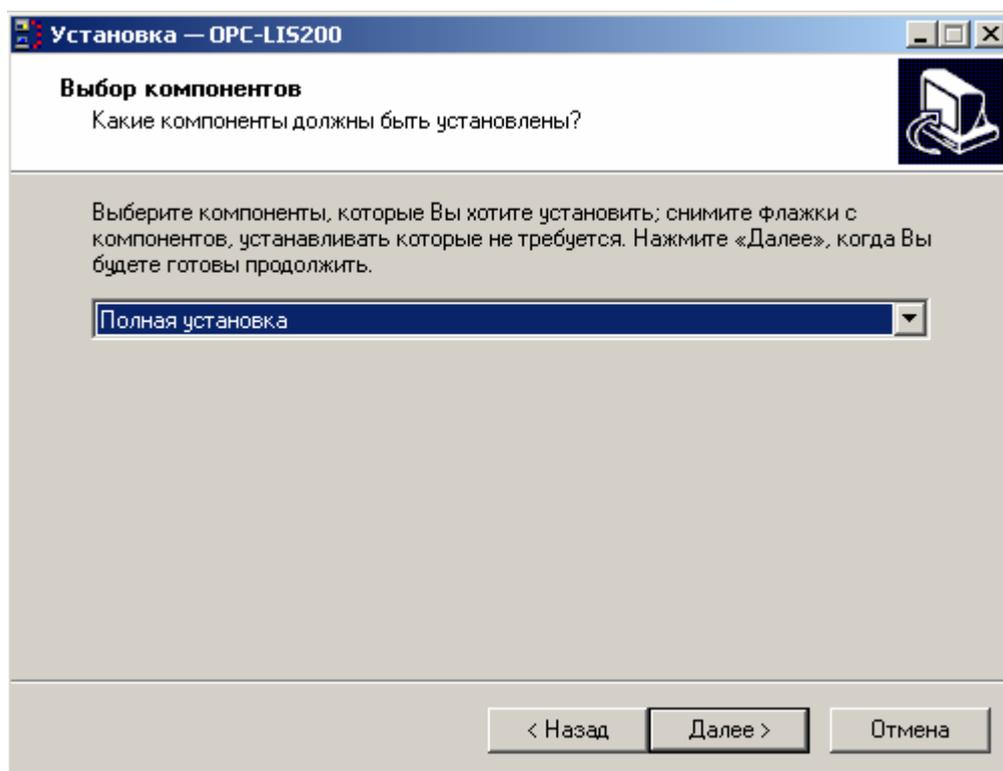

Рисунок 5
- В следующем окне (рис. 5) выберите вариант установки программного комплекса и нажмите кнопку “Далее” для продолжения установки или “Отмена” для отказа от установки. Программа предусматривает два варианта поставки: “Полная установка”, предусматривающая поставку, как самого комплекса, так и средства для демонстрации его возможностей, “Только сервер” – включающую в себя OPC – сервер и средства для его конфигурирования.